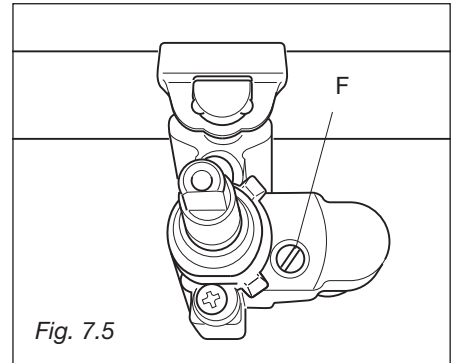

Fig. 7.5
- à l'aide d'un tournevis mince tourner la vis F jusqu'au moment où l'on obtient le réglage correct (Fig. 7.5).